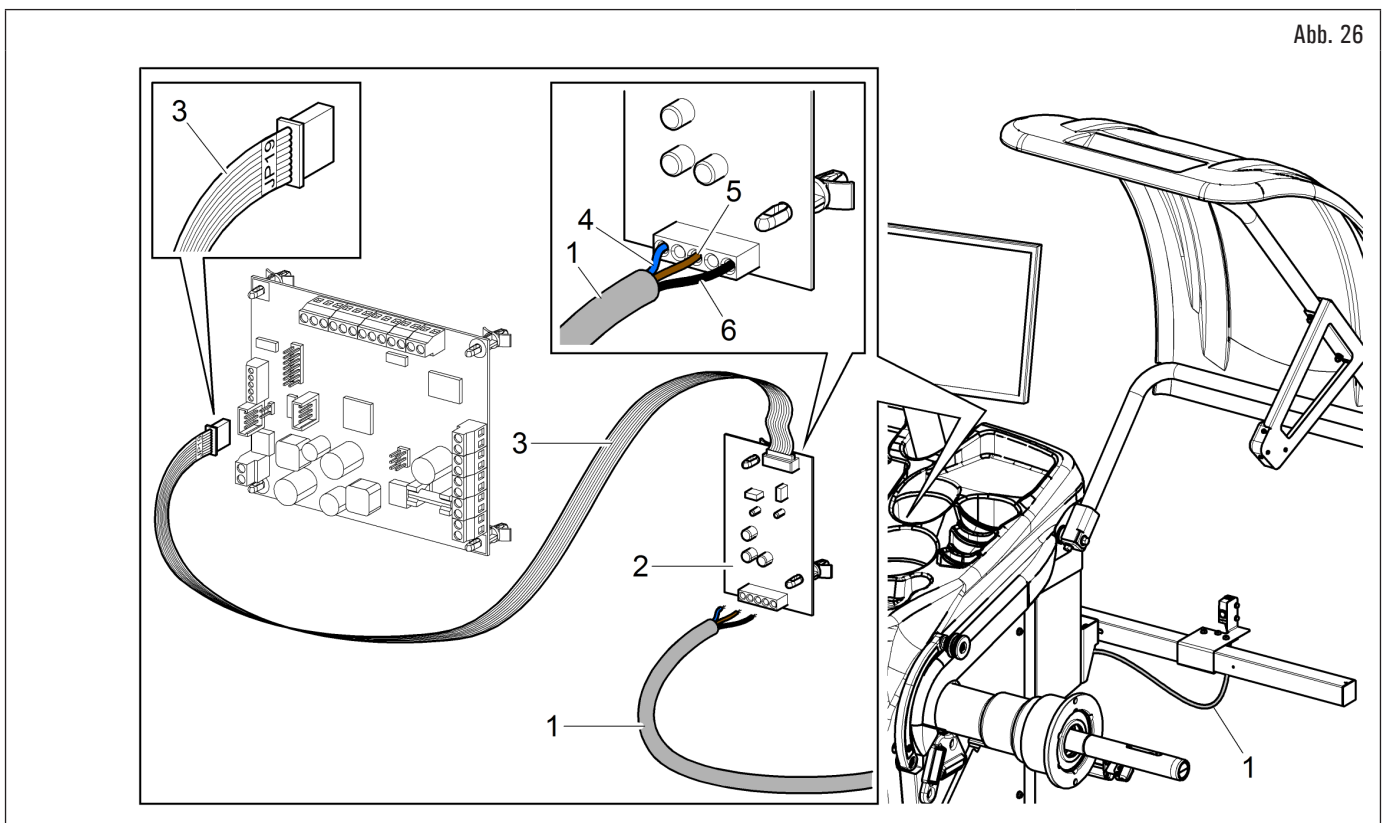

Abb. 26
4. Den Verbinder des Kabels von Run-out (Abb. 26 Pkt. 1) an die elektronische Platine (Abb. 26 Pkt. 2) anschließen, wie auf Abb. 26 (blaues Pkt. 4 Kabel, braunes Pkt. 5 Kabel und schwarzes Pkt. 6 Kabel). Die Platine (Abb. 26 Pkt. 2) von Run-out an die Hauptplatine der Radauswuchtmaschine mit dem Ausstattungskabeln JP19 (Abb. 26 Pkt. 3) anschließen. Den Anschluss ausführen, wie auf Abb. 26 dargestellt ist;